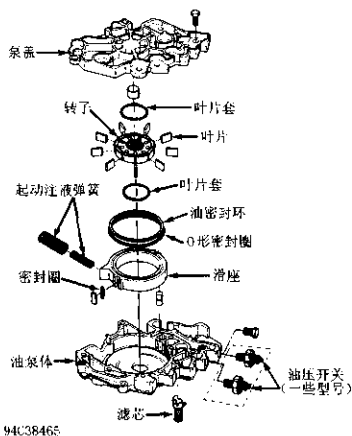

图 2-12 油泵总成分解图
2) 从阀体总成上拆下杆系和支架。拆下油泵总成螺栓,从阀体上拆下油泵(图 2-12)。拆下伺服缸油管固定螺栓和挡板。从阀体上拆下其余的装配螺栓,然后从油路板上拆下阀体。